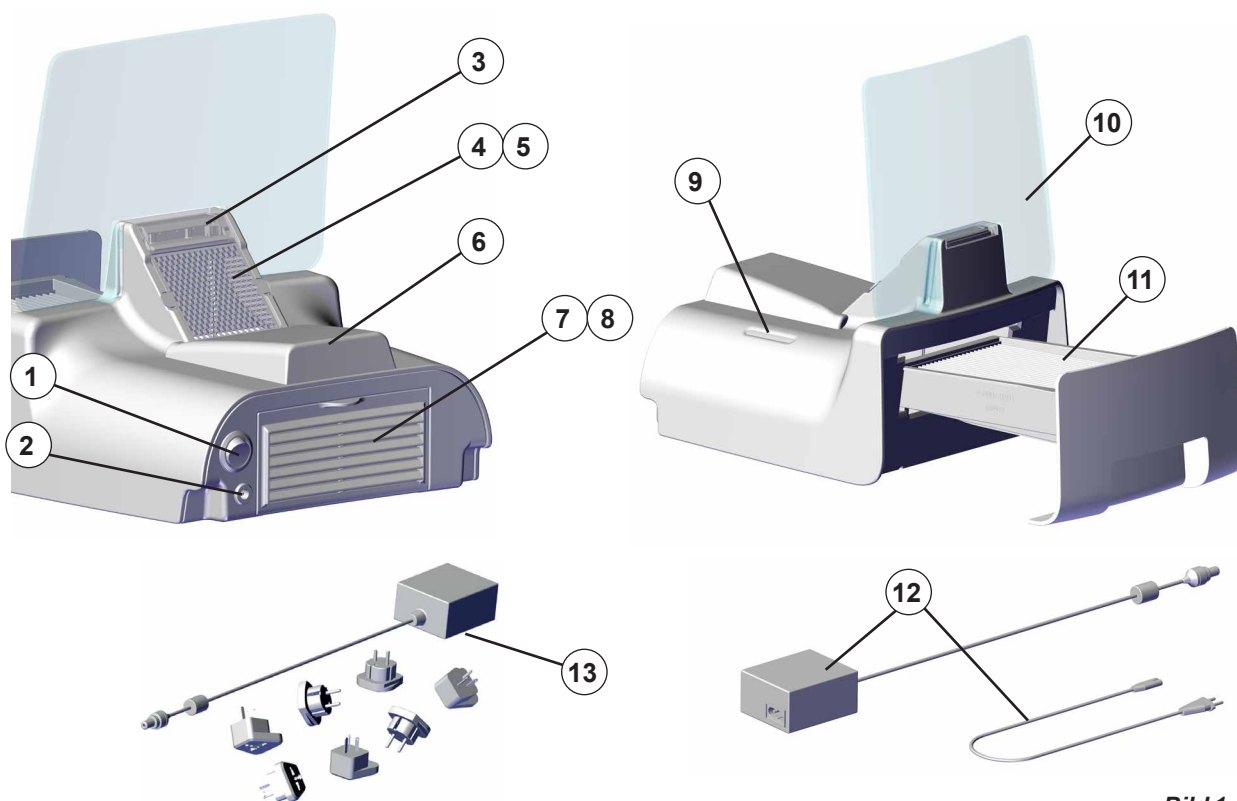

Bild 1
- ⇒ Stäng av apparaten med strömbrytaren (1, bild 1).
Bordsnätaggregat (12, bild 1):
Nätadapter (13, bild. 1):
Apparaten slås på och av med strömbrytaren (1, bild 1).